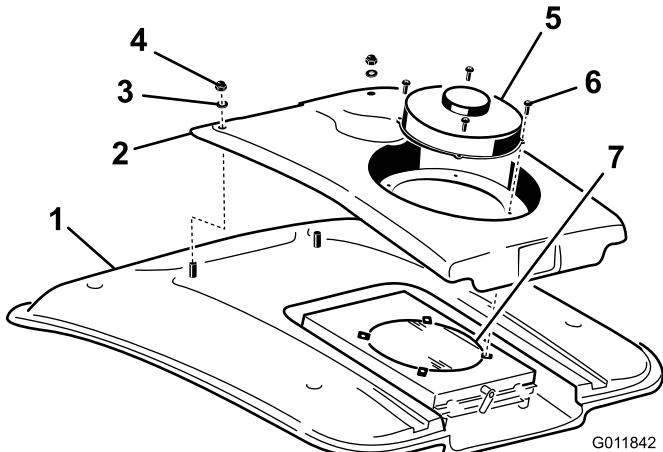

Figura 103
2. Retire los 4 tornillos que sujetan el ventilador y la tapa del condensador al soporte del ventilador (Figura 103).
4. Retire las dos tuercas y arandelas que sujetan la parte delantera de la tapa del condensador al techo de la cabina (Figura 103).
8. Limpie a fondo el condensador del aire acondicionado con aire comprimido (Figura 103).